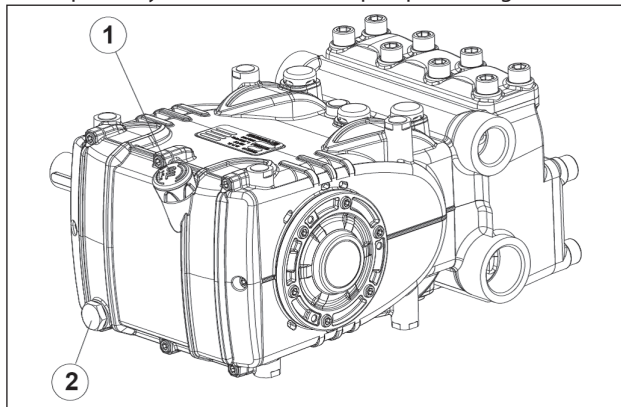

Fig. 1
Para eliminar el aceite es necesario retirar: la varilla de nivel de aceite pos. ①, y a continuación el tapón pos. ②, Fig. 1.